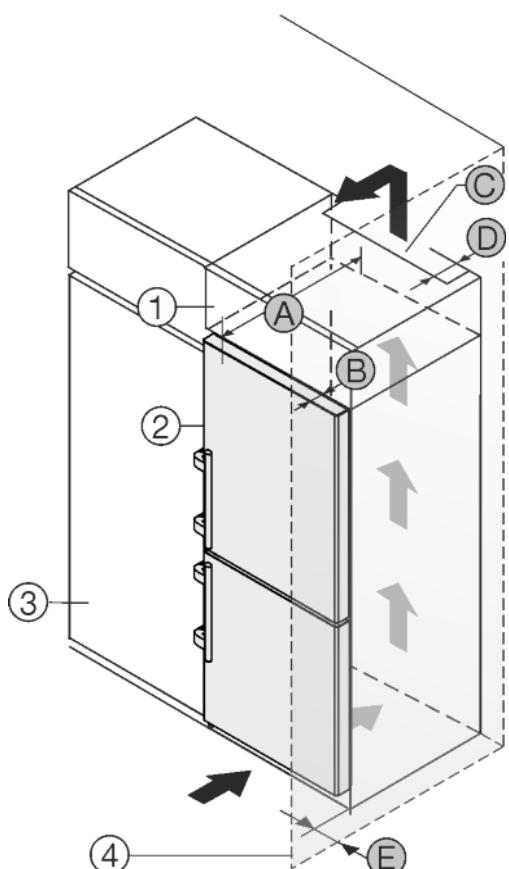

Fig. 25
Ierīci var iebūvēt virtuves skapjos. Lai salāgotu ierīci Fig. 25 (2) ar nišas augstumu, virs tās var ierīkot uzliekamu skapīti Fig. 25 (1).
Ierīci var uzstādīt tieši blakus virtuves skapim Fig. 25 (3). Lai varētu pilnīgi atvērt durvis, ierīci jābūt izvirzītai par dzīlumu Fig. 25 (B) attiecībā pret virtuves skapja priekšdaļu. Atkarībā no virtuves skapju dzīluma un sienas spraišu izmantošanas ierīce var būt vairāk izvirzīta.
- Uzliekamā skapīša aizmugurē ir jābūt ventilācijas spraugai ar dzīlumu Fig. 25 (D) visa uzliekamā skapīša platumā.
- Zem telpas grieztiem jāievēro ventilēšanas šķērsgriezums Fig. 25 (C).
Ja ierīce ar šarnīriem tiek uzstādīta blakus sienai Fig. 25 (4), jāievēro attālums Fig. 25 (E) starp ierīci un sienu. Tas atbilst attlikušajam attālumam līdz rokturim pie atvērtām durvīm.